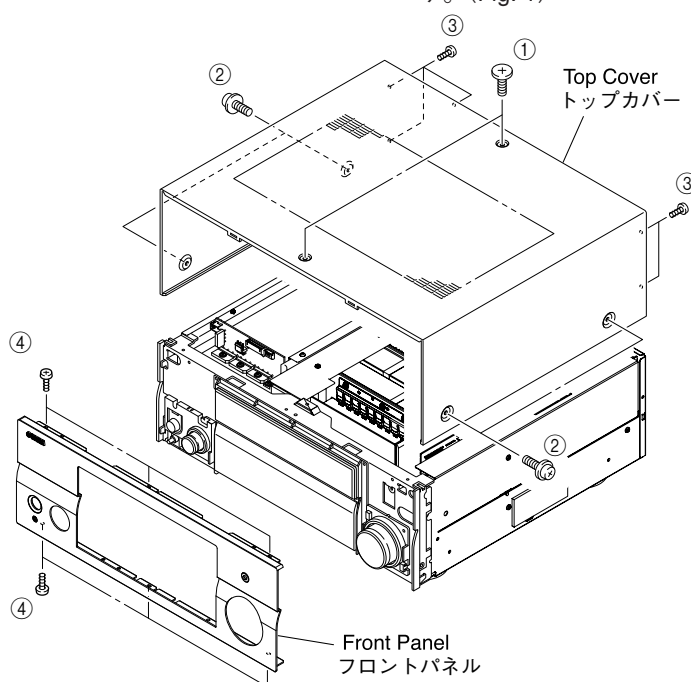

Fig. 1
- a. Remove 2 screws (①), 4 screws (②) and 5 screws (③). (Fig. 1)
- b. Slide the Top Cover rearward to remove it. (Fig. 1)
- a. ①のネジ2本、②のネジ4本、③のネジ5本を外します。(Fig. 1)
- b. トップカバーを後方へスライドさせ、取り外します。(Fig. 1)
Remove 6 screws (④) and then remove the Front Panel Unit forward. (Fig. 1)
④のネジ6本を外し、フロントパネルを前方に外します。(Fig. 1)